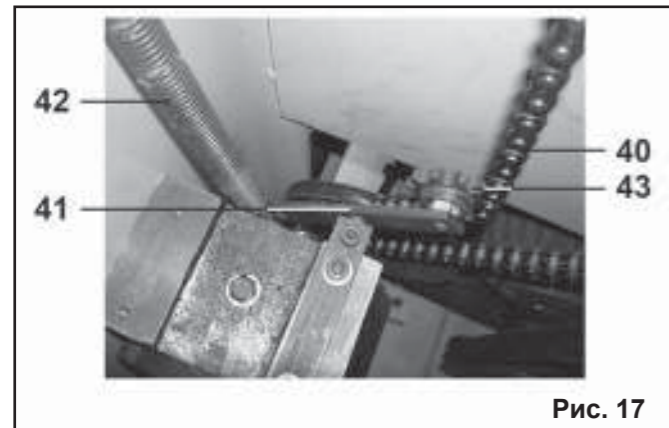

Рис. 17
10.4.1. Станок оборудован системой автоматической регулировки натяжения цепи автоматической подачи и отвода заготовки (натяжитель) (12) (Рис. 5, 17). Механизм автоматической регулировки натяжения (41) со звездочкой (43) и пружиной (42) создают натяжение цепи (40) (Рис.17).